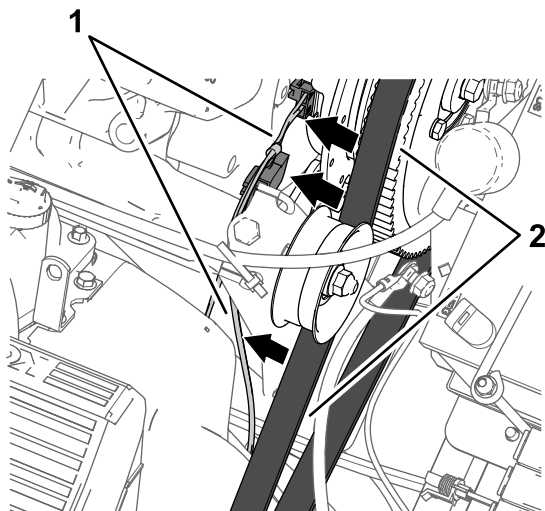

图170
4. 沿发动机和喷洒泵布置线束支管——84cm使线束与交流发电机皮带保持一定间隙图170。